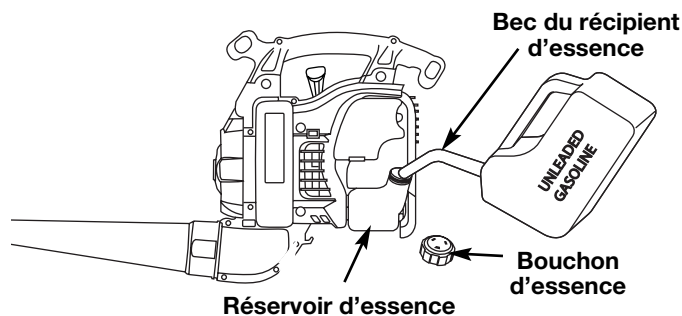

Fig. 12
1. Déposez le bouchon à essence (Fig. 12).
2. Placez le bec du récipient d'essence dans l'orifice du réservoir et remplissez celui-ci (Fig. 12).